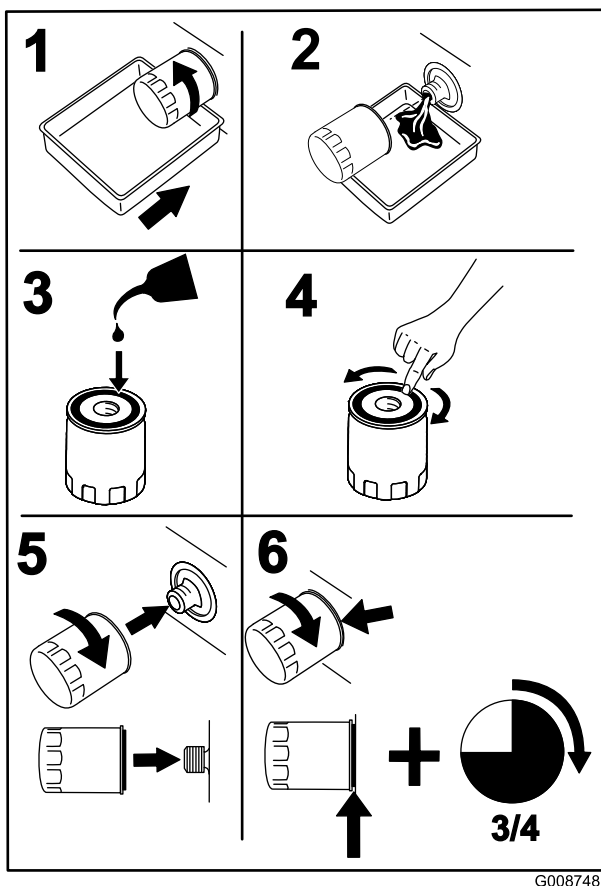

Bild 47
2. Wechseln Sie den Motorölfilter (Bild 47).